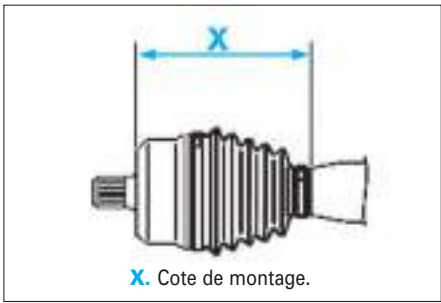
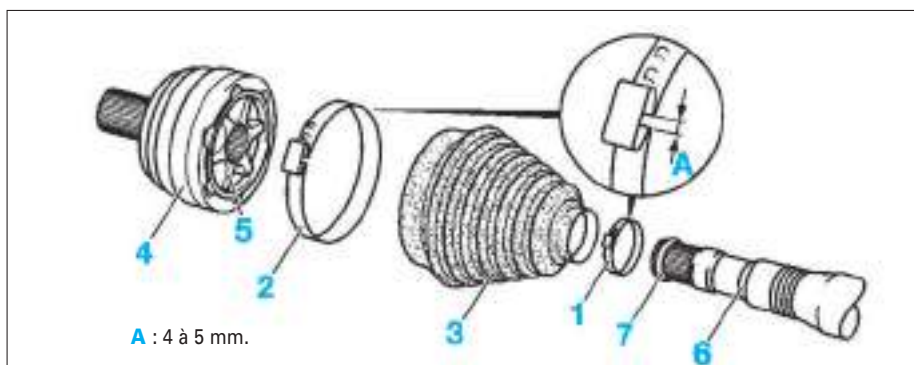

FIG. 1
FIG. 6
Cote de montage des soufflets (mm) (Fig.1)
- Déposer les deux colliers (1) et (2) du soufflet à remplacer (Fig.6).
- Découper le soufflet (3).
- Déposer le joint homocinétique (4) sur le croisillon (5) de l'arbre (6) à l'aide d'un mandrin approprié.
- Déposer le circlip (7) et le remplacer.
- Mettre en place le collier (1) et le soufflet (3).
- Remplir de graisse le joint homocinétique (4) jusqu'au bord supérieur du croisillon.
- Monter le joint homocinétique (4) sur l'arbre (6).
- Remplir le soufflet (3) et le joint homocinétique (4) avec la graisse restante.
- Monter le soufflet (3) sur le joint homocinétique (4), l'ajuster et le fixer avec les colliers de serrage (1) et (2).
Respecter la cote de montage (X) pour ajuster le soufflet (Fig.1)